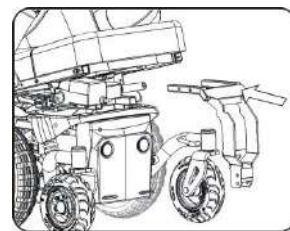

Figura 5-19
- Retire el actuador y póngalo a un lado. (Figura 5-19).